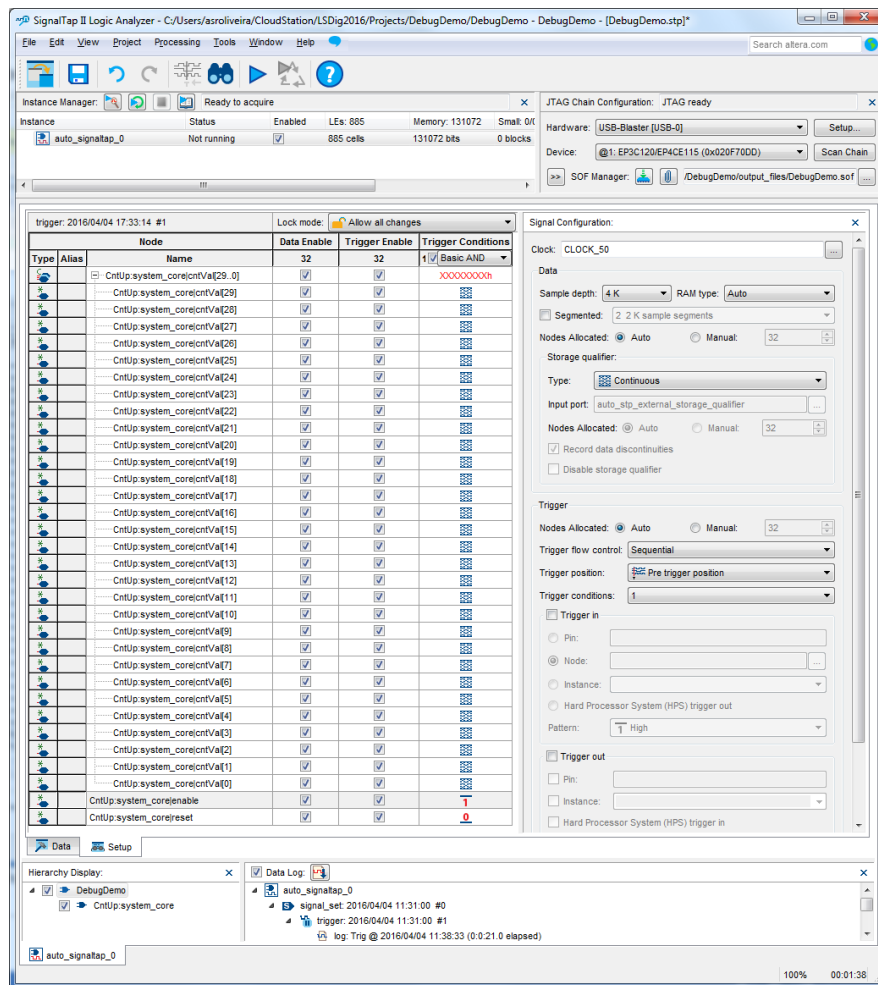
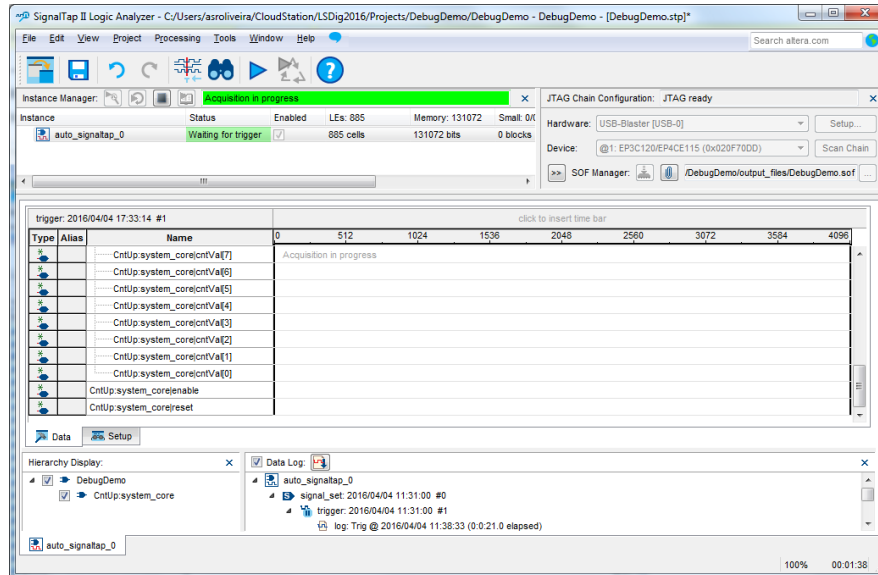
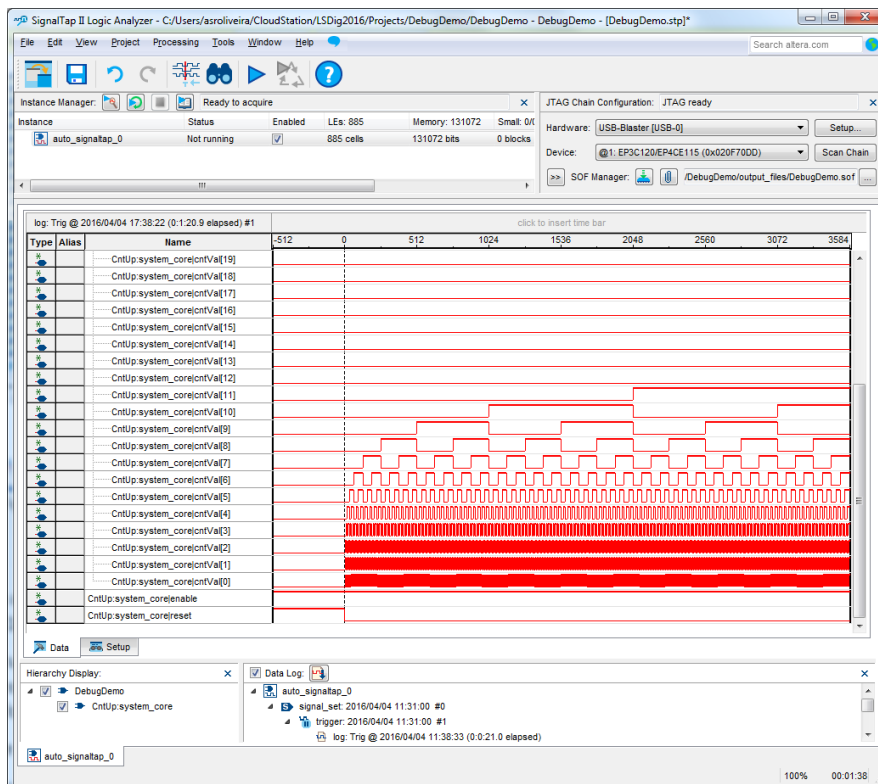

Figura 23 – Aspeto da aplicação “*SignalTap Logic Analyzer*” após programação da FPGA.
Figura 24 – Janela “Data” da aplicação “SignalTap Logic Analyzer” antes da captura (aguardar verificação da condição de disparo da captura).
Figura 25 – Janela “Data” da aplicação “SignalTap Logic Analyzer” depois da captura.
9. Após a programação da FPGA (Figura 23) mude a janela principal da aplicação “*SignalTap Analyzer*” de “*Setup*” para “*Data*” (Figura 24). Neste ponto está tudo configurado e preparado para ser iniciada a captura de amostras dos sinais pretendidos. Para tal, basta selecionar o comando “*Processing* → *Run Analysis*” e de seguida desativar a entrada de “*reset*” e ativar a entrada de “*enable*” do contador de forma a que seja satisfeita a condição de *trigger* e iniciada a captura dos sinais pretendidos. Uma vez recolhidas 4K amostras de cada sinal, os respetivos valores são transferidos para o computador e visualizados na aplicação “*SignalTap Analyzer*” (Figura 25).